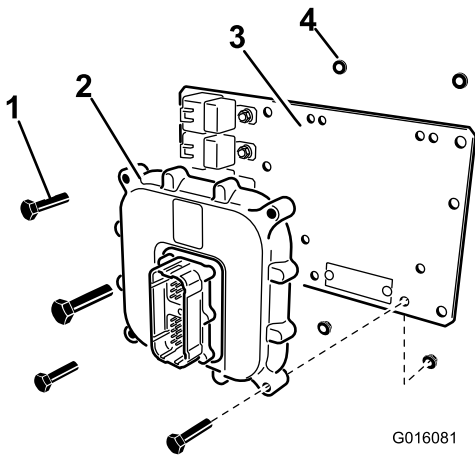

図 13
3. ECU を取り付けプレートに取り付ける；ボルト（1/4 x 1-1/4 inch）4 本とロックナット（1/4 インチ）4 個を使用する（図 13）。